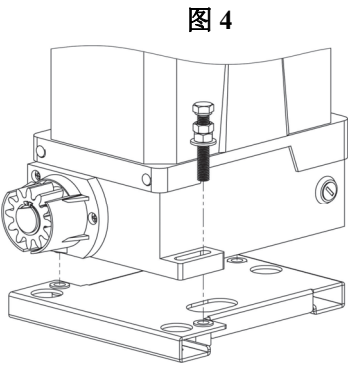
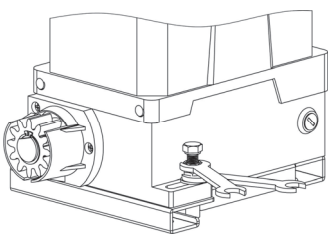

图 4
图 5
4.1.1. 将电机放置于底板上，将已旋入2个螺母和1个垫片的螺栓如图4旋入底板中，将螺栓上的2个螺母用2个开口扳手反向扭紧如图5。